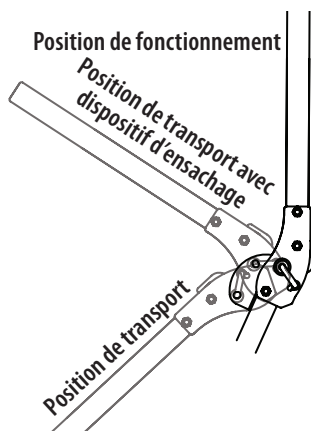

Fig. 23
Reportez-vous à l'Fig. 23 et les descriptions et utilisations suivantes pour les trois (3) positions de la SPCR.
2. Déplacez la SPCR dans la position souhaitée. Les trois positions sont la position TRANSPORT, la position TRANSPORT AVEC DISPOSITIF D'ENSACHAGE et la position FONCTIONNEMENT (Fig. 23).